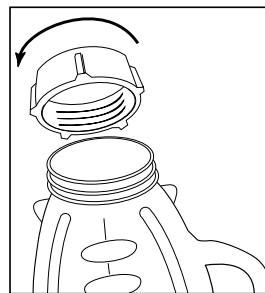

FIGURE 4
5. Enclencher la bague dans l'anneau de fixation. Mettre la bague par-dessus de la bague, les aligner avec les crans du récipient. (*Remarque :S'il y a des rainures sur le dessus de la bague, aligner-les avec les crans du le récipient.*) Mettre la bague sur le récipient et visser l'anneau de fixation dans le sens des aiguilles d'une montre pour bien la fixer. (*Figure 4*)